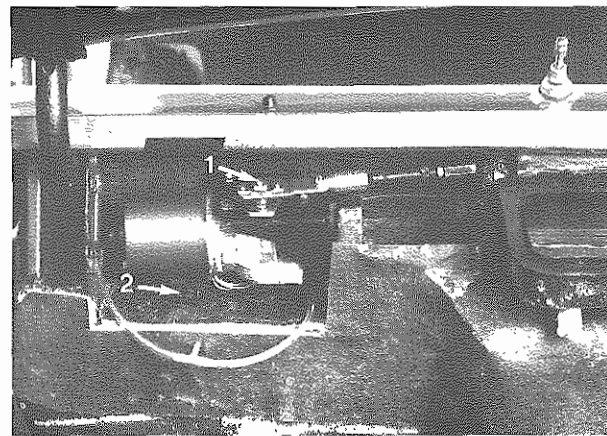

Fig. 4 - 1 - Fermo seeger - Circlip
- Staccare il cablaggio elettrico motorino ed estrarre il fermo Seeger sul 1° braccio di rinvio (**Fig. 4**). Smontare il braccio.
- Disconnect electric wires and take out circlip on the 1st driving arm (**Fig. 4**). Remove arm.